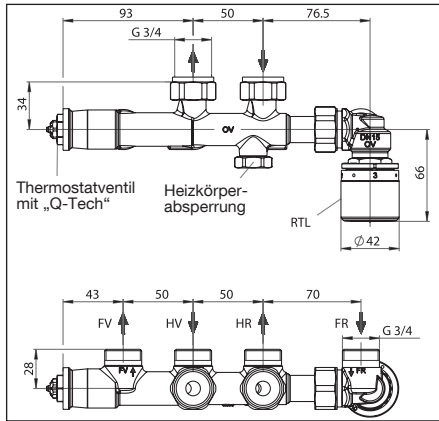

Abb. 3 Abmessungen Anschlussarmatur
Den Rücklauftemperaturbegrenzer (Abb. 3) auf den festgelegten Sollwert (Werkseinstellung: $3 \approx \text{ca. } 30^\circ\text{C}$) einstellen.
2. Schutzkappe von der Heizkörperabsperung (Abb. 3) entfernen.